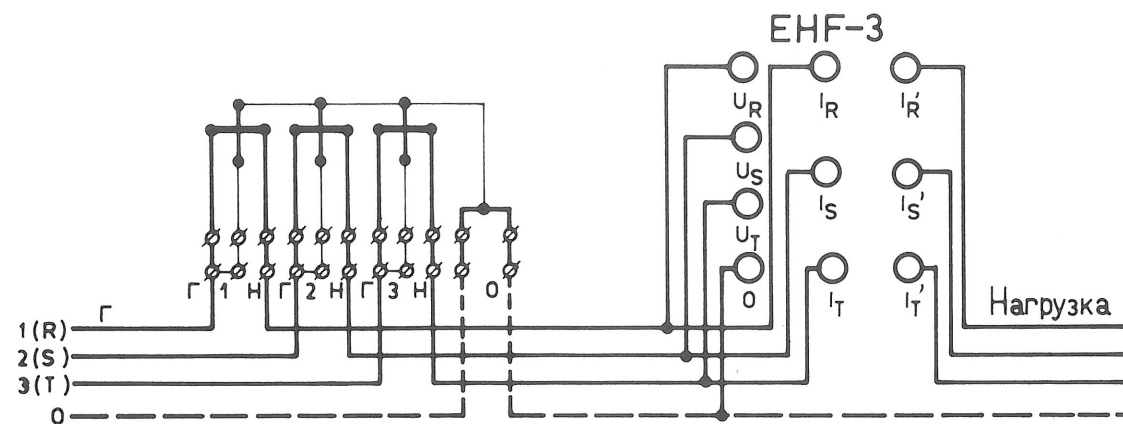

Рис. 10. Схема включения прибора ЕНФ-3 при проверке трёхфазного четырёхпроводного счетчика активной энергии
- Рис. 10. Схема включения прибора ЕНФ—3 при проверке трёхфазного четырёхпроводного счетчика активной энергии